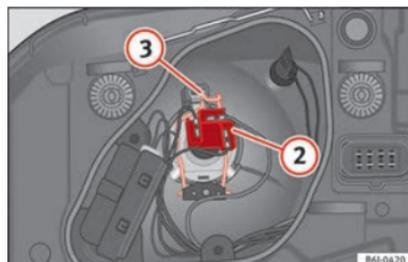

Fig. 177 Feu de croisement/route du phare simple.
- Retirez le connecteur » fig. 177 **2** de l'ampoule.
» fig. 177 ③ en le pressant vers l'intérieur et vers la droite.